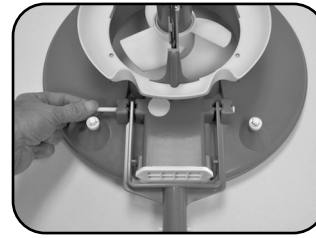

Fig. 5
6. Place the rubber gasket on the battery chamber cover, as shown in Fig. 5.
6. Placez le joint en caoutchouc sur le couvercle de la batterie, comme illustré sur la Fig. 5.